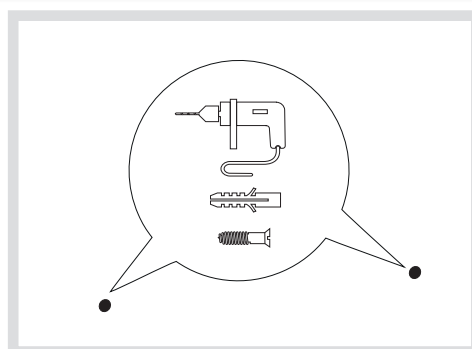

Bild 7: Befestigungslöcher erstellen
- An den Markierungen bohren und Dübel in die Bohrungen stecken (Bild 7).